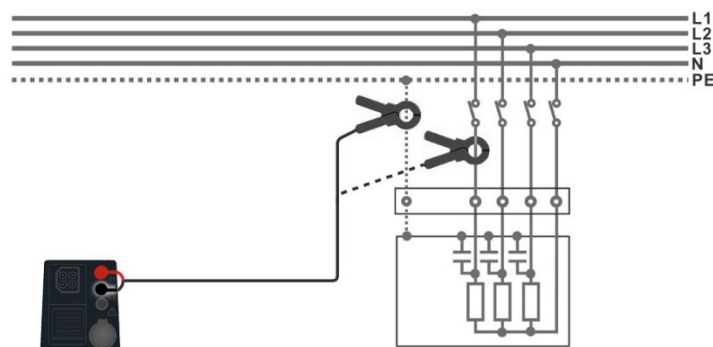

Abbildung 4.60: PE Ableitstrom- und Laststrommessungen
- › Schließen Sie die Stromzange am Prüfobjekt an, siehe **Abbildung 4.60**.